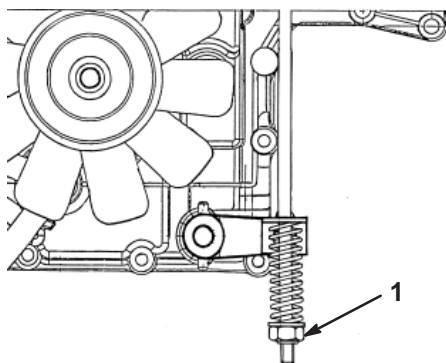

Bild 20
Die Bremse befindet sich an der rechten Seite der Hinterachse im Hinterreifen (Bild 20).
3. Drehen Sie die Einstellmutter der Bremse im Uhrzeigersinn, bis Sie den Traktor nicht mehr schieben können (Bild 20).